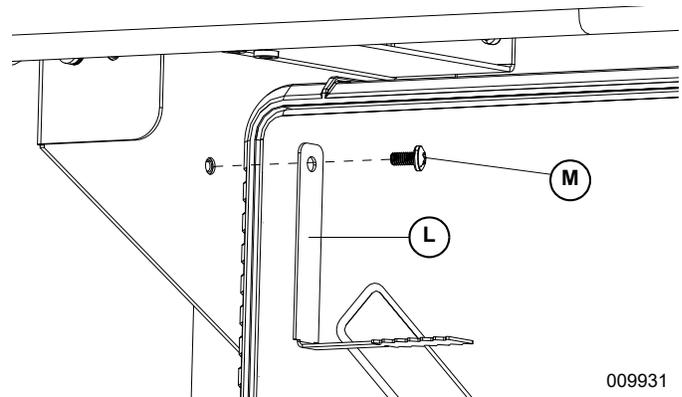

Figura 4-20. Instalación de las lengüetas de conexión a tierra superiores
3. Consulte la **Figura 4-20**. Instale las lengüetas de conexión a tierra (L) en ambos lados de la parte superior del módulo.
4. Fije cada lengüeta de conexión a tierra con un tornillo SEMS M4 x 8 mm (M) y apriete a 13 lb-pulg. (1,47 Nm).